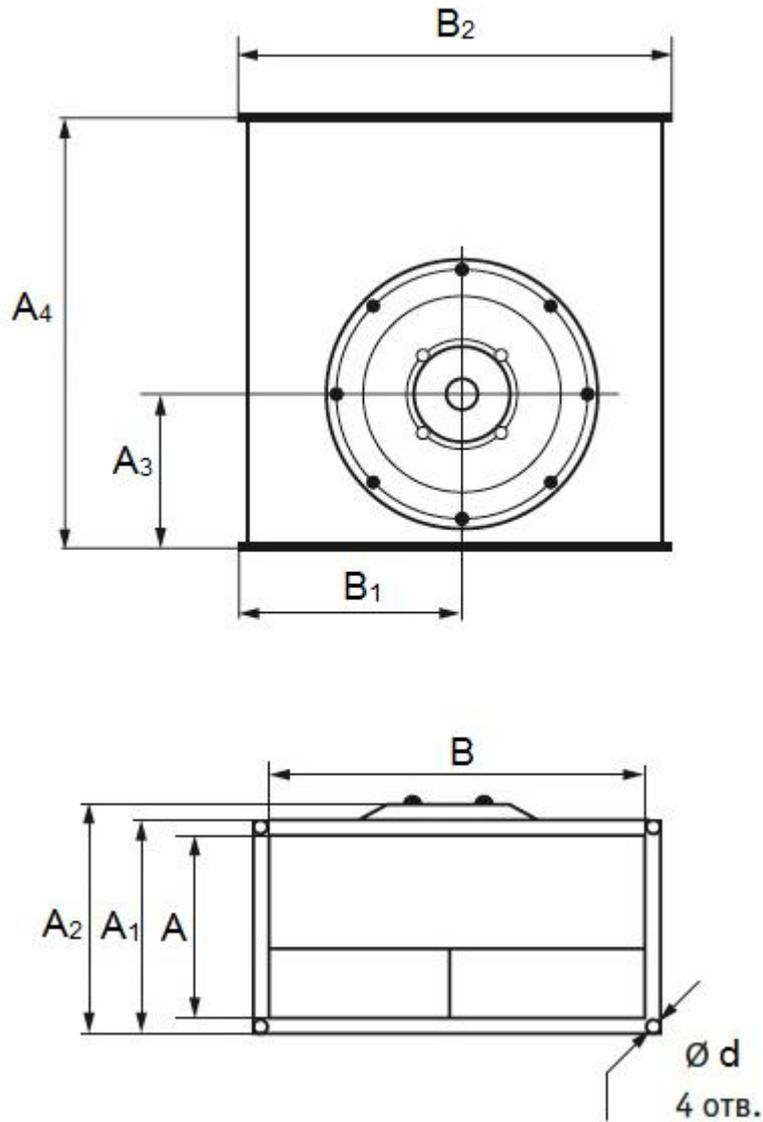

РИС. 1. Габаритные и присоединительные размеры вентиляторов ВКП
1.2.2. Устройство вентиляторов, габаритные, присоединительные и установочные размеры вентиляторов указаны на рис. 1., табл. 1.